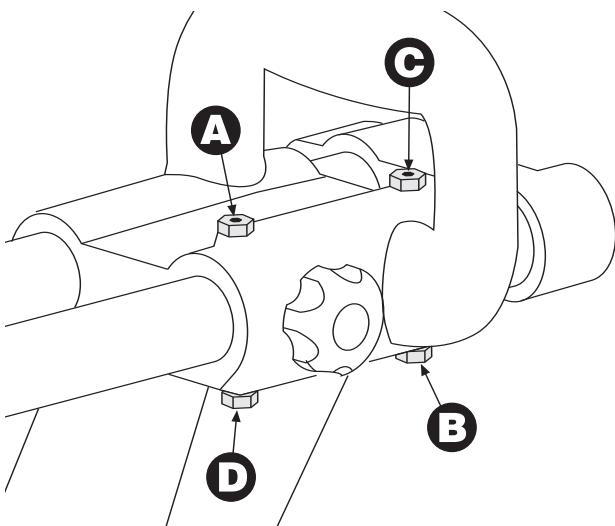
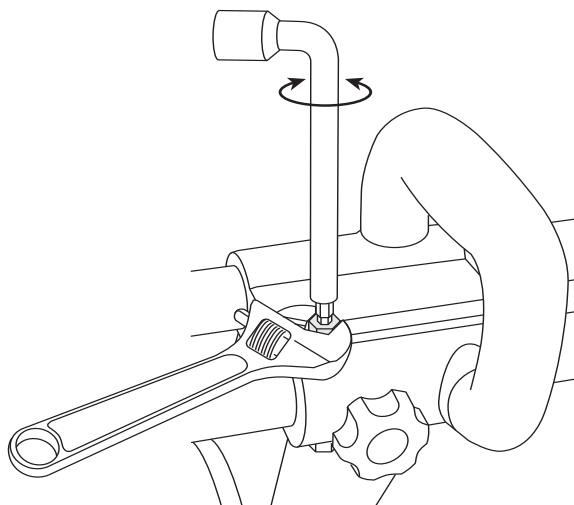

Figure 1. Vis de réglage
Figure 2. Serrez ou desserrez la vis de blocage
1. Repérez les 4 vis de réglage (A,B,C & D) situées sur le boîtier du coulisseau. (Figure 1)
2. Desserrez l'écrou de la vis de réglage (A) à l'aide d'une clé à molette.
3. Serrez ou desserrez la vis de blocage (A) à l'aide de l'extrémité 4 mm de l'embout de l'outil multifonctions de manière à minimiser le jeu du coulisseau tout en maintenant l'effort de glissement désiré.
4. Après avoir réglé la vis de réglage (A), tenez-la à l'aide de la clé Allen de 4 mm et serrez l'écrou à l'aide d'une clé à molette sans bouger la vis de réglage. (Figure 2)
5. Répétez les étapes 2 à 4 pour les vis de réglage restantes dans l'ordre indiqué sur la figure 1.